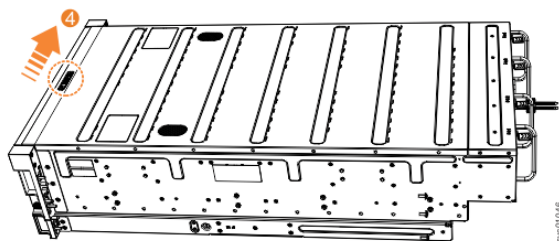

Figure 80. Verrouillage du capot supérieur
5. Bloquez le capot en position en faisant glisser le levier de dégagement (4), comme indiqué dans la Figure 80, à la page 70